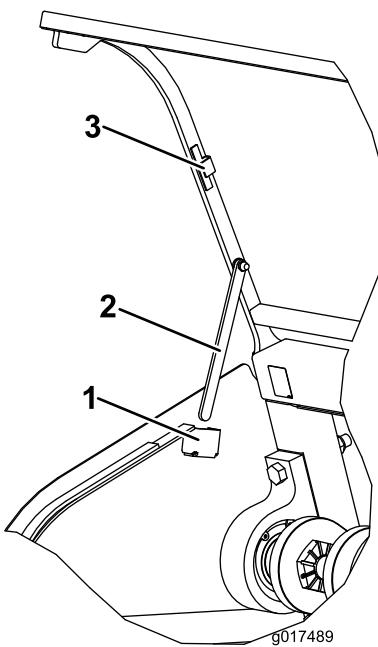

Figura 33
3. Em cada lado, incline a barra de apoio para baixo do suporte de armazenamento magnético e insira-a no encaixe da barra de apoio (Figura 33).